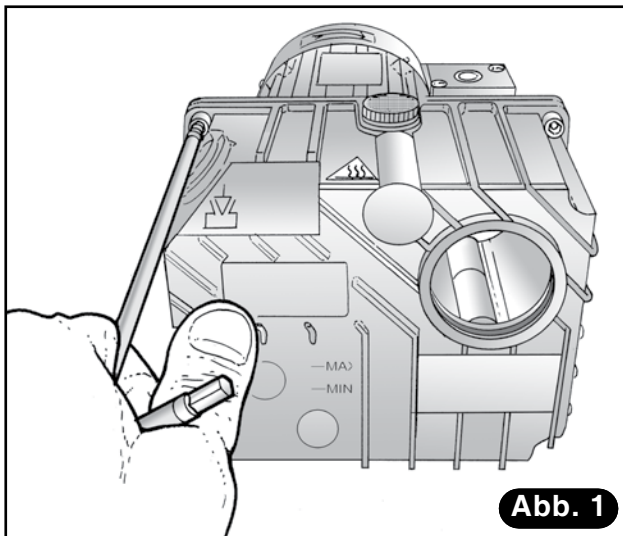

Abb. 1
- 3) Tankdeckel abschrauben (**Abb. 1**).